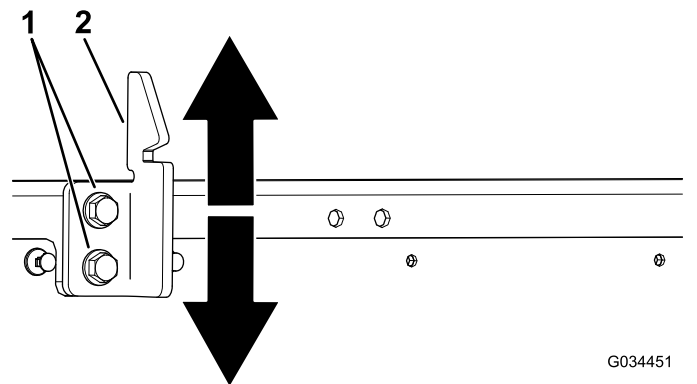

Figure 69
3. Desserrez les 2 boulons sur la gâche du loquet et montez ou descendez la gâche selon qu'elle est trop haute ou trop basse (Figure 69).
4. Serrez les 2 boulons de la gâche du loquet du plateau (Figure 69).